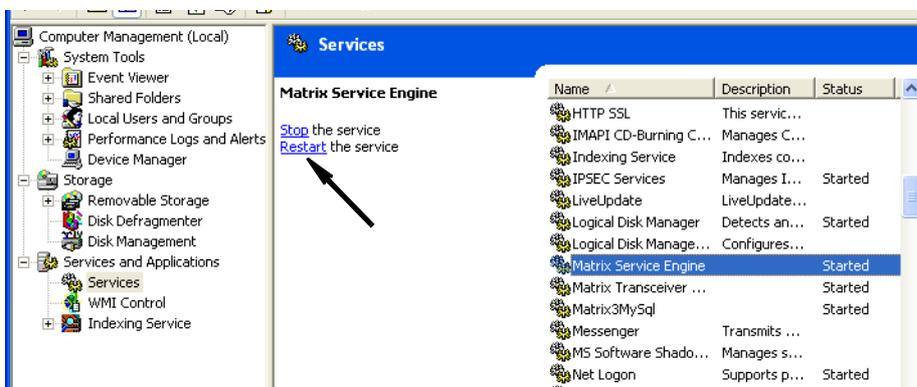

FIG. 62
- k. Fare clic sul collegamento Restart Service (Riavvia servizio) (Fig. 62).